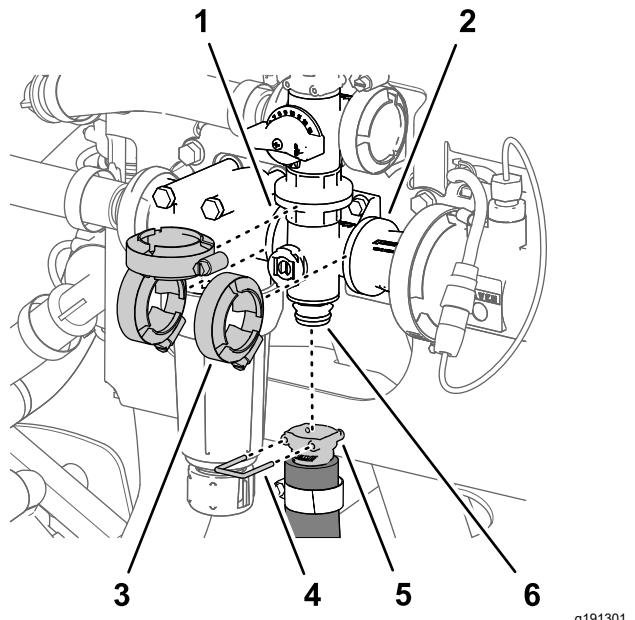

Figure 131
1. Alignez la bride du collecteur de la vanne d'agitation et les 3 joints sur les brides de la vanne de dérivation d'agitation, de la tête du filtre de pression et de l'adaptateur d'accouplement (Figure 130 et Figure 131).
2. Fixez légèrement le collecteur de vanne d'agitation à la vanne de dérivation d'agitation, la tête du filtre de pression et l'adaptateur d'accouplement (Figure 131) à l'aide des 3 colliers bride que vous avez retirés à la section Dépose de la vanne d'agitation du collecteur \(page 88\).
5. Serrez les 3 colliers bride à la main (Figure 131).
6. Fixez le raccord rapide du flexible d'agitation au raccord rapide du collecteur de vanne d'agitation à l'aide de l'étrier de fixation (Figure 131).